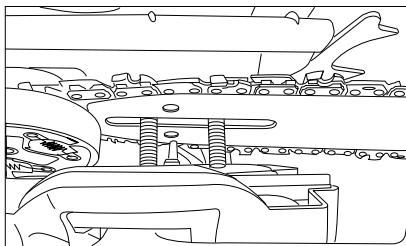

Рис. 9
9. Установите обратно защитную крышку вместе со щитком тормоза цепи таким образом, чтобы болты встали в предназначенные для них отверстия, а регулировочный штифт натяжения цепи встал в нижнее отверстие шины (рис. 9).